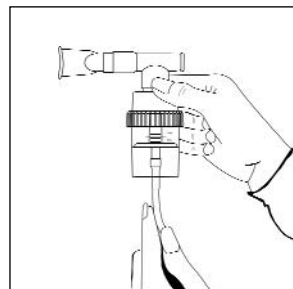

Figure 5
9. Attacher le tube au connecteur d'admission d'air du nébuliseur **Figure 5**.